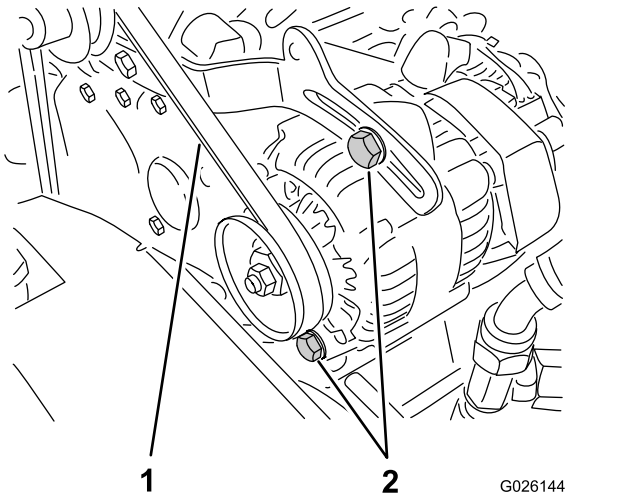

Bild 67
2. Prüfen Sie die Spannung, indem Sie eine Kraft von 10 kg in der Mitte zwischen der Lichtmaschine und den Kurbelwellenscheiben ansetzen (Bild 67).
A. Lockern Sie die zwei Befestigungsschrauben der Lichtmaschine (Bild 67).
- B. Drehen Sie die Lichtmaschine mit einer Stange, bis die richtige Riemenspannung erzielt ist. Ziehen Sie die Befestigungsschrauben dann fest (Bild 67).